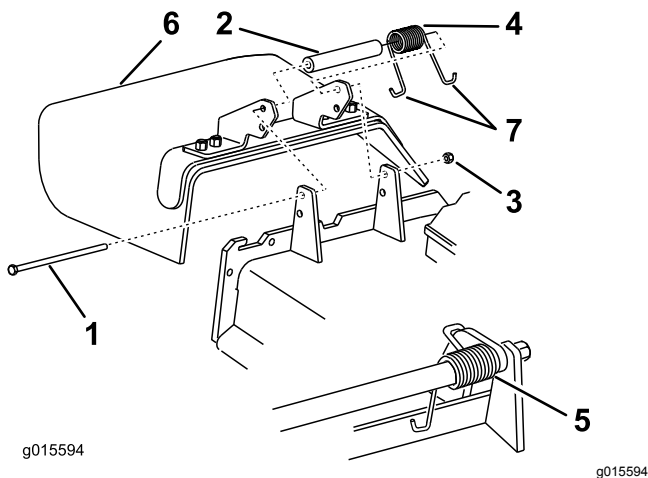

Figura 93
1. Retire la contratuerca, el perno, el muelle y el espaciador que sujetan el deflector a los soportes de pivote (Figura 93).
**Nota:** Asegúrese de colocar un extremo con gancho en J del muelle detrás del reborde de la carcasa antes de instalar el perno, según se muestra en Figura 93.
6. Coloque 1 extremo en J del muelle alrededor del deflector de hierba (Figura 93).